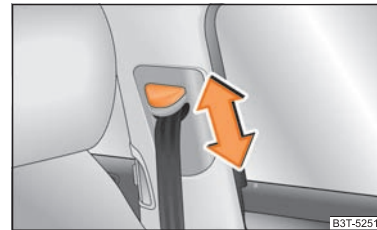

Abb. 151 Vordersitz: Gurthöheneinstellung
- Schieben Sie den Umlenkbeschlag in die gewünschte Richtung nach oben oder unten ⇒ Seite 171, Abb. 151.